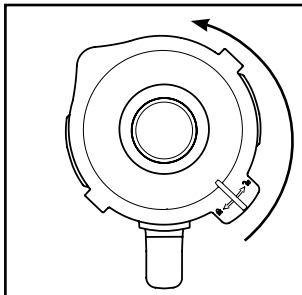
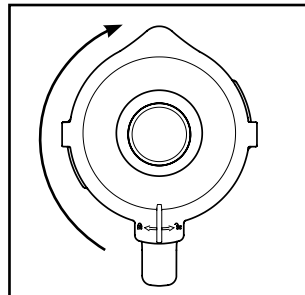

Fig. 1
Fig. 2
- 1) Scoateți recipientul de amestecare ❸ drept, în sus din blocul motor ❹.
- 2) Îndepărtați capacul ❷ rotindu-l în sens antiorar, în poziția  (a se vedea fig. 1), până când îl puteți ridica.
- 3) Umpleți recipientul de amestecare ❸.
- 4) Apăsăți din nou capacul ❷ pe recipientul de amestecare ❸. Închideți capacul ❷ rotindu-l în sens orar, în poziția  până când se blochează cu un sunet (a se vedea fig. 2). Aveți grijă ca gura de turnare de pe recipientul de amestecare ❸ să fie închisă. Motorul poate porni numai după ce capacul ❷ este așezat fix.